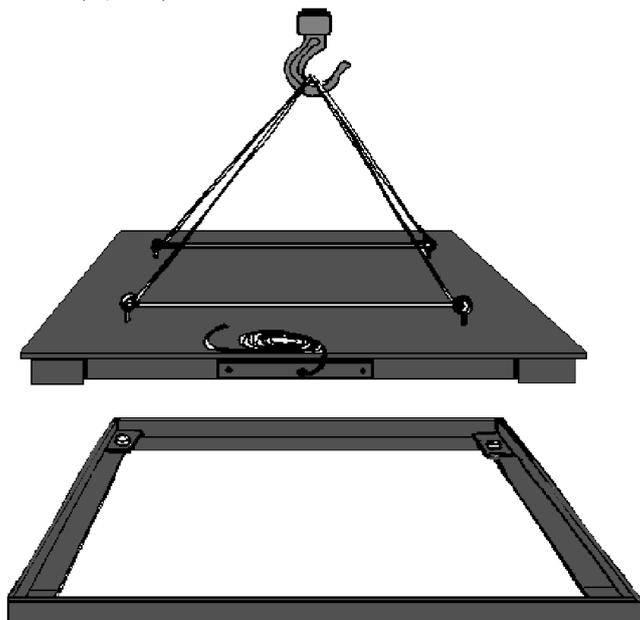

Figura 4
- 3) Levante cuidadosamente a parte superior da plataforma. Esta se soltará automaticamente do chassi. (Figura 4)